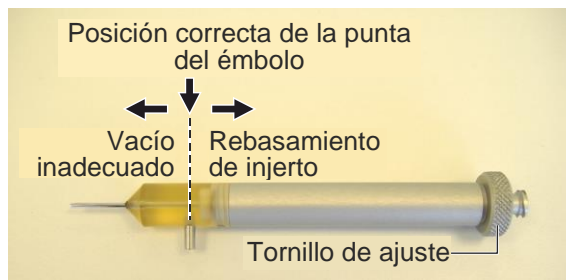

Figura 5-11. Posicionamiento correcto del émbolo en el cabezal del implantador
Al momento inicial de la instalación del cabezal del implantador en la pieza manual de implante, el émbolo del implantador permanece hacia adelante y no se puede mover girando el tornillo de ajuste de la pieza manual. La calibración del cabezal del implantador ubica la punta del émbolo del cabezal del implantador en la posición correcta, como se muestra en la Figura 5-11.
En este paso, es importante que la punta del émbolo del cabezal del implantador esté en la posición correcta, es decir, alineada con el puerto de succión del cabezal del implantador, como se muestra en la Figura 5-11. Así, es posible la succión del injerto y la posterior expulsión hacia el área receptora.
6. Mientras mira a través del cabezal del implantador, gire el tornillo de ajuste de la pieza manual para mover la punta del émbolo del cabezal del implantador a la posición correcta, como se muestra en la Figura 5-11.